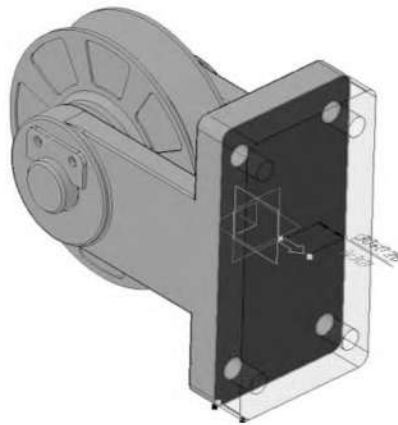

Рисунок 3.46. Операция «Выдавливание»
3.1.8 В поле **Расстояние 1** на Панели свойств введите значение 30 (рисунок 3.46).